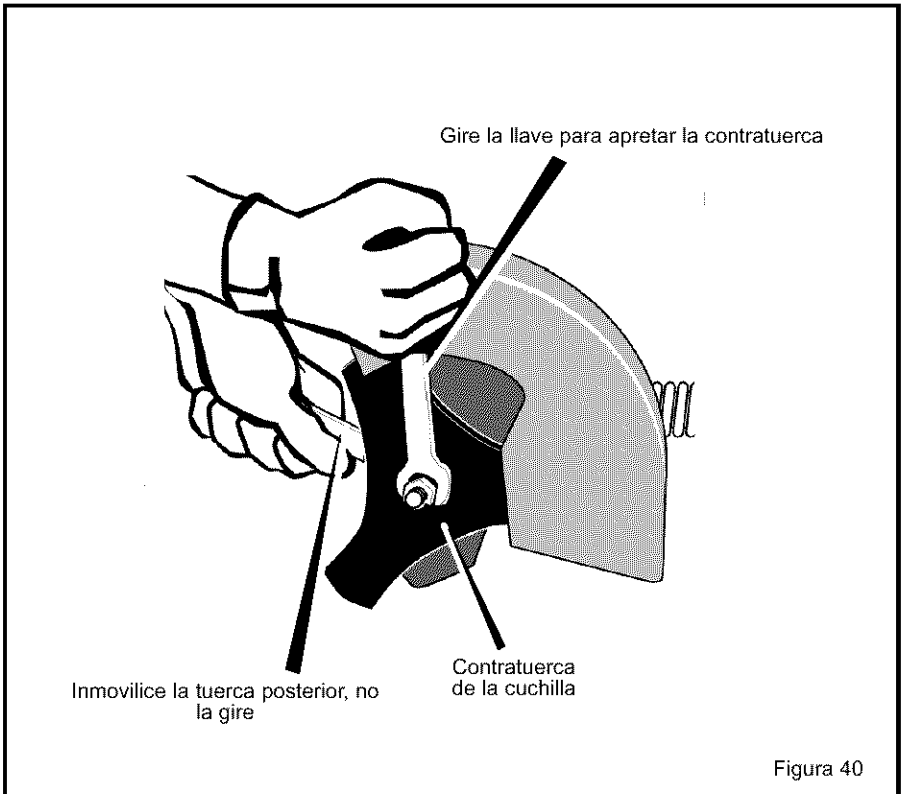

Figura 40
**ADVERTENCIA:** Para sacar o apretar la **contratuercas de la cuchilla**, use siempre el método ilustrado en la Figura 40. Coloque siempre una llave de boca para sujetar el perno ubicado detrás de la cuchilla.